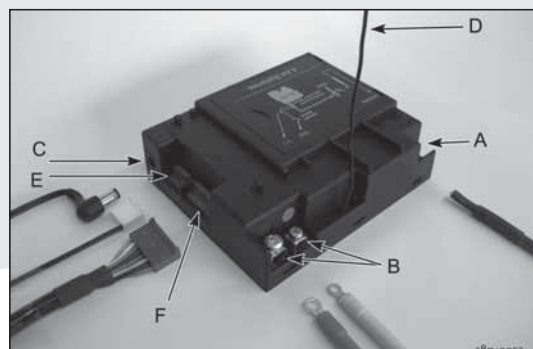

fig. 22D
Ga hiervoor als volgt te werk (zie fig. 22D):
- Sluit de bruine stekker van het aansluitsnoer aan op de ontvanger (zie fig. 22D, pijl F).
- Sluit de kabels van thermokoppel 1 aan op de ontvanger (zie fig. 22D, pijlen B).
Sluit de zwarte draad met de witte stekker van thermokoppel 2 aan op de ontvanger (zie fig. 22D, pijl E).
- Sluit de ontstekingskabel aan op de ontvanger; (zie fig. 22D, pijl A)
- sluit deze aan op de ontvanger; (zie fig. 22D, pijl C);
- Buig de antenne uit de clips; zie fig. 22D, pijl D.